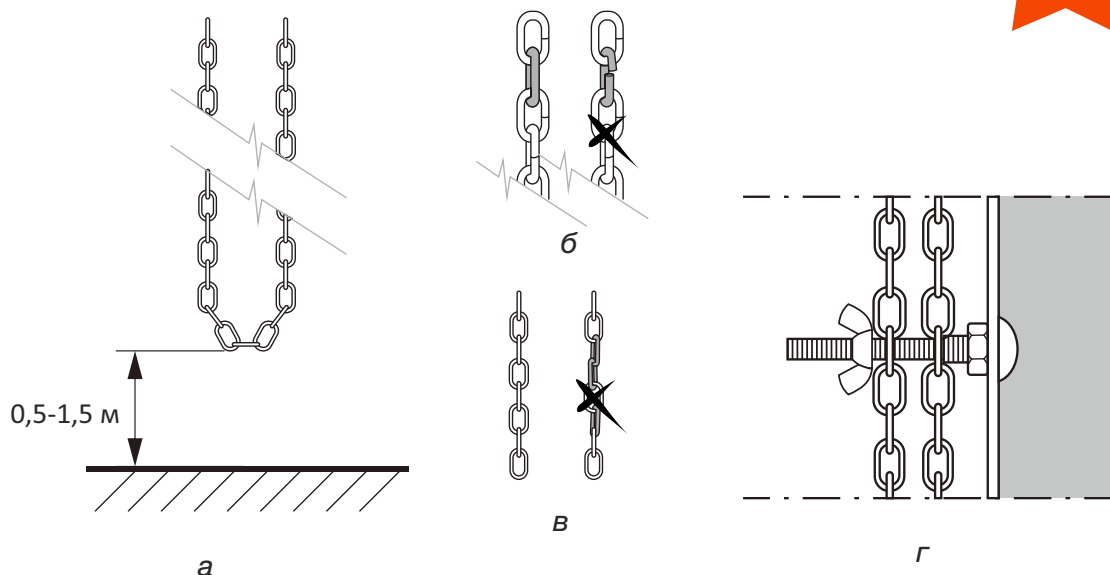

Рис. 3. Условия правильного функционирования цепи ручного управления
- Край цепи аварийного ручного управления в собранном состоянии должен находиться на высоте 0,5 ÷ 1,5 метра (рис. 3а).
- При необходимости удлините или укоротите цепь. Концы аварийной ручной цепи должны быть соединены друг с другом. Кромки соединительного звена цепи должны располагаться точно друг над другом (рис. 3б).
- Аварийная ручная цепь ни в коем случае не должна быть перекручена (рис.3в), так как в противном случае могут возникнуть неисправности в работе аварийного ручного управления.
- Когда аварийное ручное управление не используется, во избежание защемления аварийной ручной цепи при движении ворот и чтобы не создавать помех движению людей и оборудования, нижняя часть цепи должна быть зафиксирована (рис. 3г).